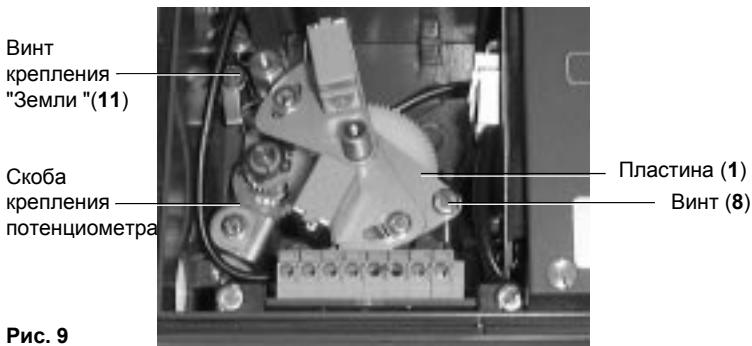

Рис. 9
- 4.3.7** Используя винт (11) и винт (8) M4 x 8 закрепите пластину (1) (Рис. 9).